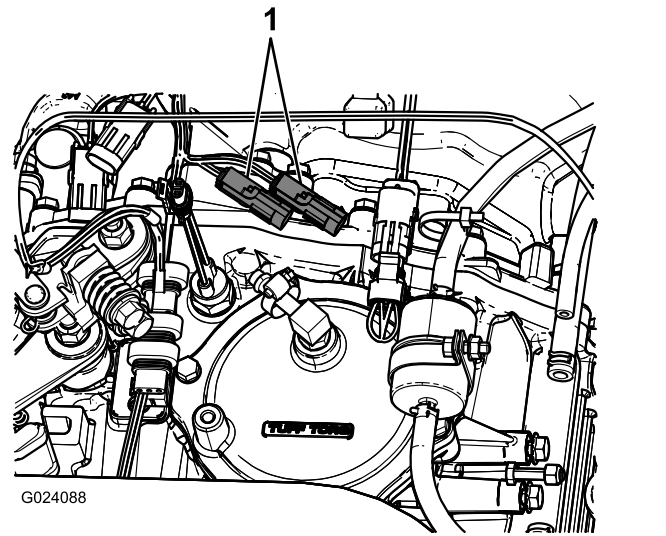

Figura 16
- En el transeje de la máquina, conecte el conector de 3 pines del arnés de cables de la máquina para el sensor de velocidad al conector hembra de 3 vías del arnés del fumigador para el sensor de velocidad (Figura 16).